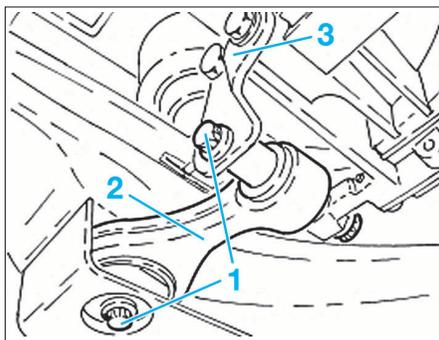

FIG. 9
- les vis de fixation (1) du tirant antibasculément (Fig.9).
- le tirant anti-basculément (2).
- l'étrier (3) du tirant sur la boîte de vitesses.